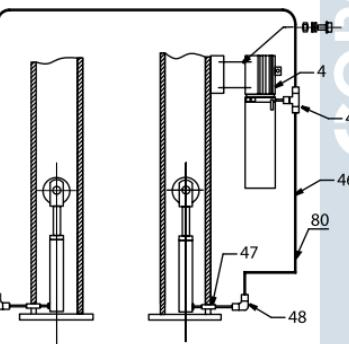

Рисунок 8 – Установка насосной станции и подключение гидролинии
14. Подсоедините гидравлические шланги как показано на рис. 8
15. Установите насосную станцию как показано на рис. 8.